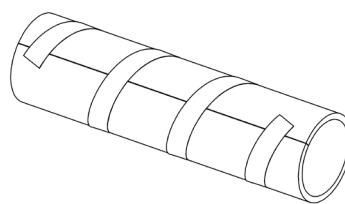

Рис.3
- Отрежьте трубу теплоизоляции 110х9, длиной равной глубине пластикового канала. Проверьте, легко ли заходит труба в пластиковый канал. В случае если теплоизоляция не входит в пластиковый канал, подрежьте теплоизоляционную трубу вдоль до нужного диаметра и заклейте шов скотчем, обернув его вокруг трубы по спирали. (Рис. 3)